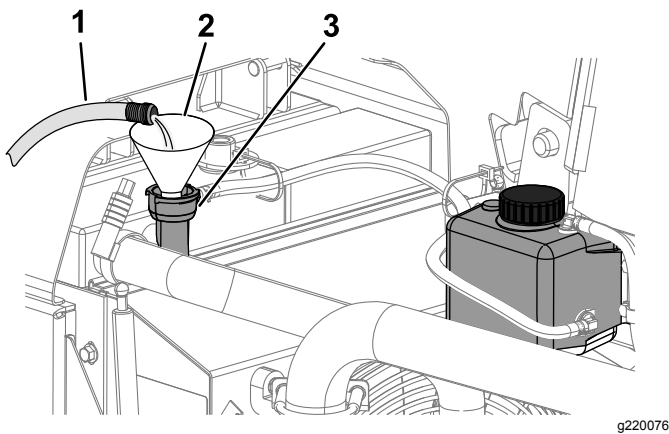

Figure 108
- B. Remplissez le radiateur d'eau propre (Figure 108).